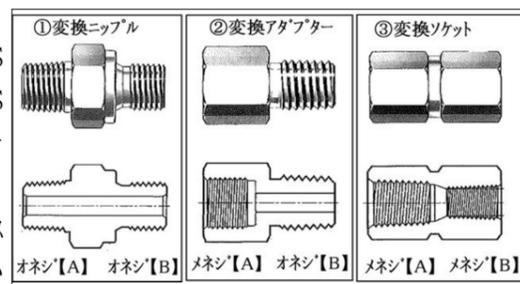

図1 ねじ径の変換例
そんな場合、図1の ①変換ニップル、②変換アダプター、③変換ソケットを用いてねじの種類を変換し、”シッカリ”とねじ込ませることができます。